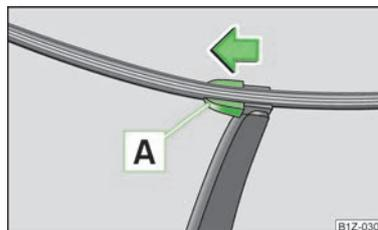

Fig. 37
- Abatir el brazo de la escobilla separándolo del parabrisas y colocar la escobilla en posición perpendicular al brazo » fig. 37.
- Colocar la escobilla en el brazo de la escobilla y enclavar el seguro  » fig. 37.